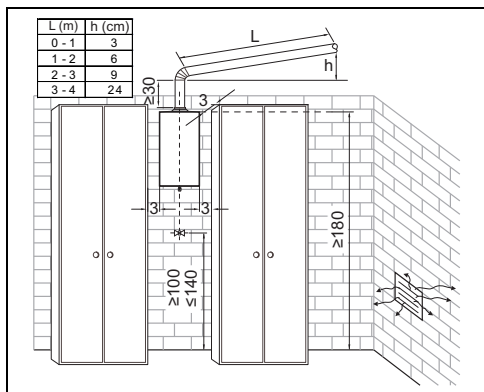

Fig. 14 Separaciones mínimas
- Monte una válvula de corte de gas según legislación en vigor (Fig. 14).
- Asegurar la accesibilidad en los trabajos de mantenimiento respetando las separaciones mínimas indicadas en la Fig. 14.